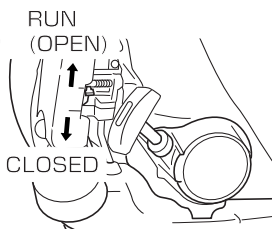

Fig. 6
2. Lleve la palanca del estártter a la posición CLOSED (cerrado). (Fig. 6)